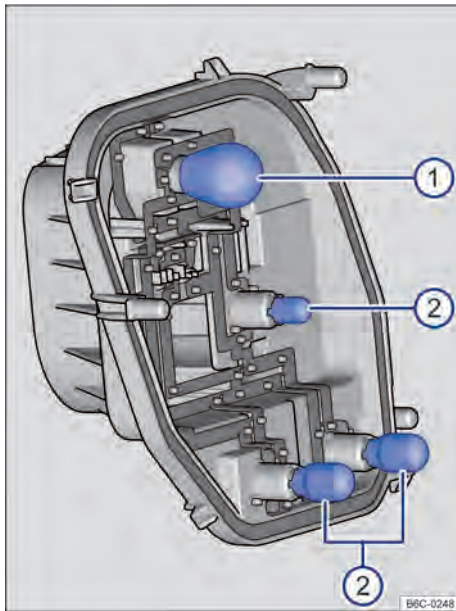

Fig. 172 Lanterna traseira: remover as lâmpadas
- ⑩ Remover o suporte das lâmpadas cuidadosamente.
- ⑪ Para remover as lâmpadas incandescentes queimadas: → Fig. 172 ① pressionar a lâmpada contra o alojamento e girar no sentido anti-horário. ② puxar a lâmpada no sentido contrário ao alojamento.
- ⑫ Substituir a lâmpada incandescente queimada por uma lâmpada incandescente nova do mesmo modelo.
- ⑬ Para inserir as novas lâmpadas no suporte das lâmpadas, introduza a nova lâmpada no respectivo alojamento: → Fig. 172 (A) pressionar a lâmpada e girar no sentido horário até o batente. (B) pressionar a lâmpada no sentido do alojamento até o batente.
- ⑭ Certificar-se de que as lâmpadas estão corretamente fixadas no suporte das lâmpadas.